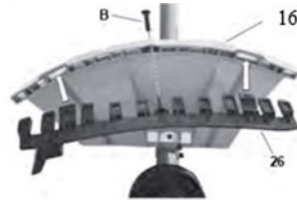

Fig.3-3
1. Quando si utilizza la testina in nylon, è necessario installare sempre la protezione aggiuntiva con la lama da taglio. (Fig. 3-3, Fig. 3-4)
- Fissare la protezione aggiuntiva (26) con la vite (B). (Fig. 3-3)